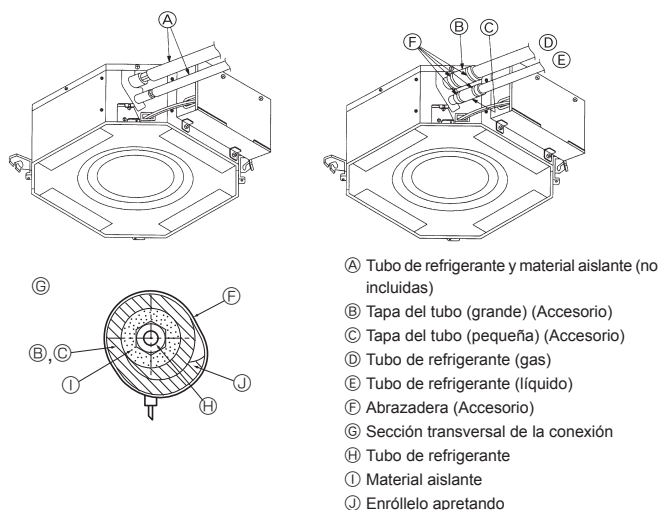

Fig. 5-8
5.4. Conexión de los tubos (Fig. 5-8)